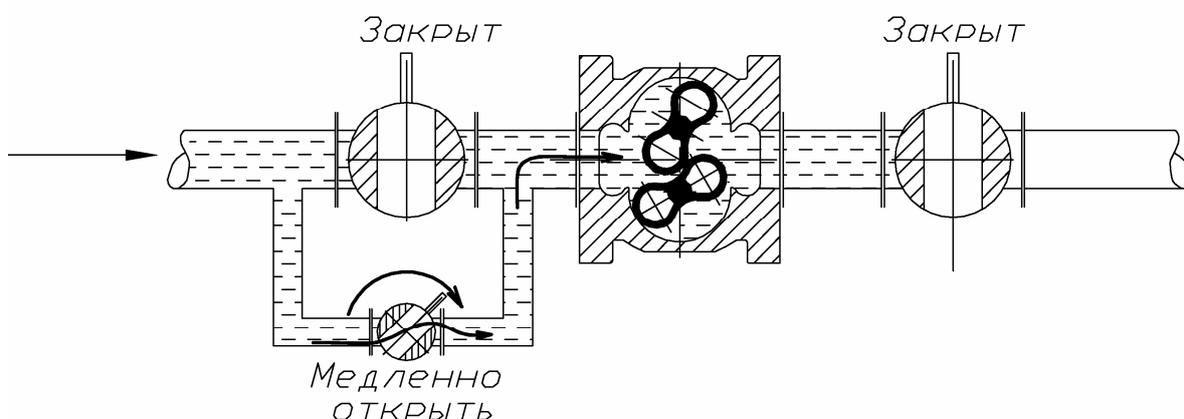

Рис.7 Открытие запорного устройства перепускного канала
3.4.4 Пуск счетчика с использованием перепускного канала (рисунок 7, 8, 9).
При закрытых запорных устройствах перед счетчиком и после счетчика путем плавного открытия вентиля (Рисунок 7) перепускного канала уравнивать давление на участке трубопровода, на котором установлен счётчик, с давлением на подводящем трубопроводе.